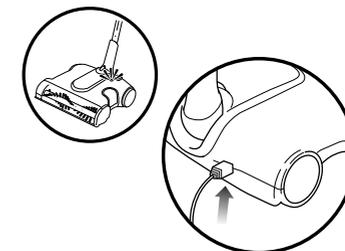

Fig. 3
- 2** Insérez la fiche du chargeur dans le port qui se trouve à l'arrière de l'appareil. Branchez le chargeur dans une prise de courant murale. Le voyant qui se trouve à côté du bouton Power (mise en marche) s'allumera en rouge une fois que l'appareil chargera. Si l'appareil est branché et que le voyant ne s'allume pas, appuyez sur le bouton Power (mise en marche) une fois. Le voyant allumera en rouge pour indiquer que l'appareil charge. **(Fig. 3)** Le voyant s'éteindra une fois que le bloc-batterie sera entièrement chargé.